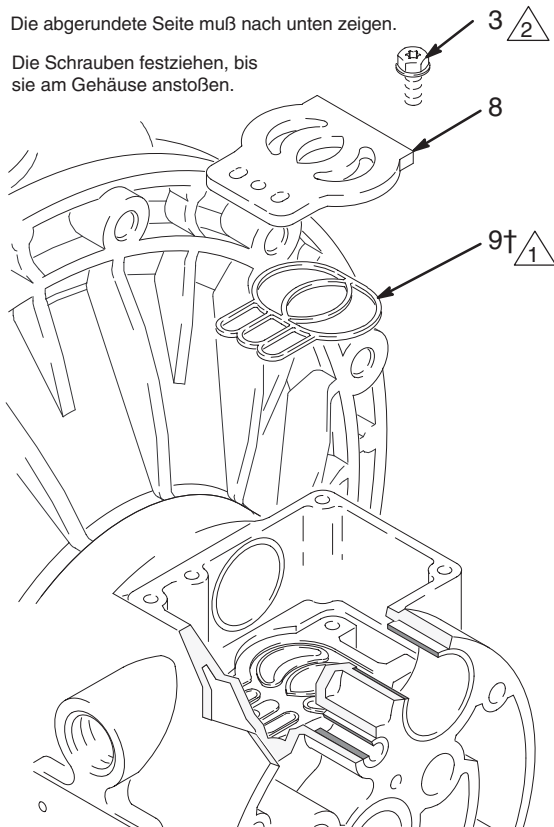

Abb. 9
5. Die Ventilplatte (8) in eingebautem Zustand überprüfen. Ist sie schadhaf, mit einem Torx Schraubenzieher (T20) oder einem 7 mm Steckschlüssel die drei Schrauben (3) entfernen. Die Ventilplatte (8) und die Dichtung (9) ausbauen. Siehe Abb. 9.
2. Die Dichtung der Ventilplatte (9†) in die Nut unten im Ventilhohlraum einlegen. Die gerundete Seite der Dichtung **muß nach unten** in die Nut weisen. Siehe Abb. 9.
3. Die Ventilplatte (8) in die Kammer einbauen. Die Platte ist umkehrbar, so daß jede Seite nach oben zeigen kann. Die drei Schrauben (3) mit einem Torx Schraubenzieher (T20) oder einem 7 mm Steckschlüssel eindrehen. Festziehen, bis die Schrauben am Gehäuse anstoßen. Siehe Abb. 9.